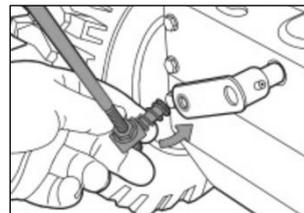
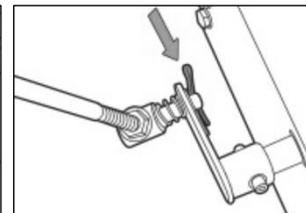

Рис.5
Рис. 6
2. Подсоедините тягу к кронштейну привода передач в нижней части снегоуборщика (Рис. 5) и зашплинтуйте ее (Рис. 6).